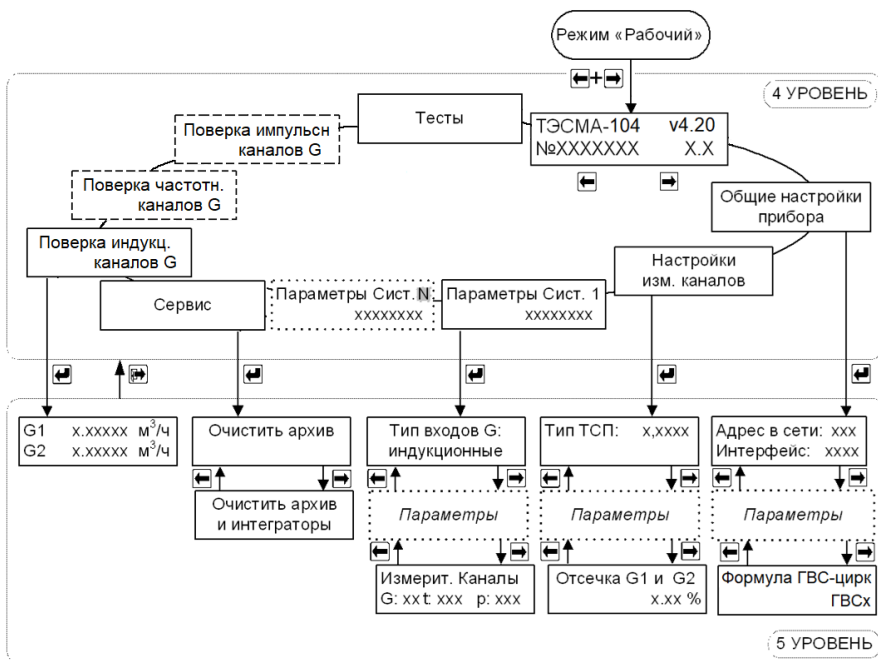

Рисунок 7.3 Режим «Настройки»
7.3.1 Для входа в режим работы теплосчетчиков «Настройки» необходимо, находясь в любом меню режима «Рабочий», **одновременно нажать кнопки «влево» и «вправо»**. Порядок перехода между окнами в режиме «Настройки» изображён на рис. 7.3.
7.5.1 Для входа в режим работы теплосчетчиков «Поверка» необходимо, находясь в любом меню режима «Рабочий», **одновременно** нажать кнопки «служебная» и «вход». Для выхода из режима поверки необходимо, находясь в любом меню режима «Поверка», **одновременно** нажать кнопки «служебная» и «вход». Порядок перехода между окнами режима «Поверка» изображен на рис. 7.3.